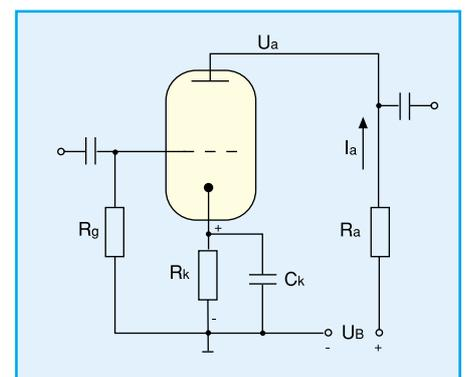
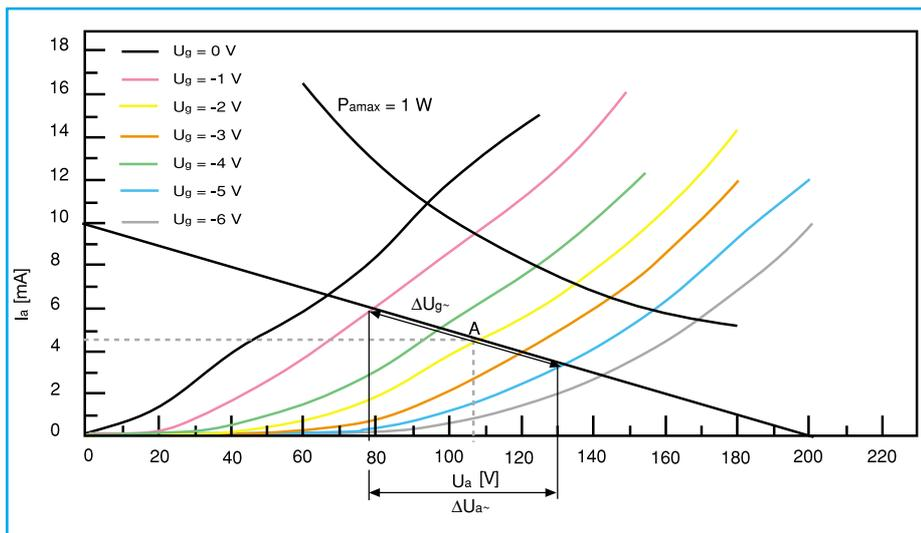
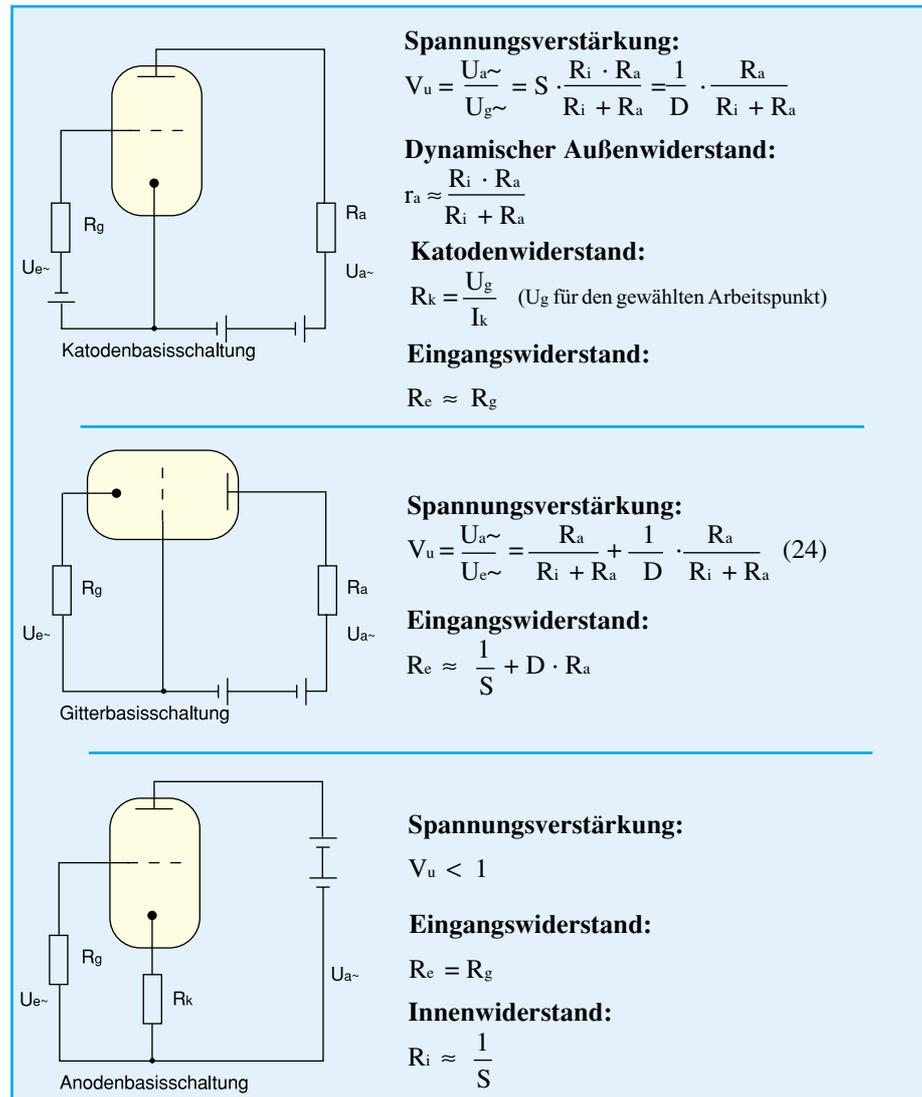

Bild 16: Triodenverstärkerstufe in Katodenbasisschaltung
Bild 17: Kennlinienfeld der Vorstufentriode ECC 82 (ein System)
Bild 19: Die Grundschaltungen der Elektronenröhren
Betrachten wir einmal den Fall des Lastwiderstands als ohmscher Widerstand R_a (Abbildung 16). Der durch die Röhre und den Widerstand R_a fließende Anodenstrom ist eine Funktion sowohl der spezifischen Röhrendaten als auch des Wertes des Lastwiderstandes R_a , denn nach (13) und (14) erkennen wir klassische Beziehungen des ohmschen Gesetzes zwischen Betriebs- und Anodenspannung, Anodenstrom und Lastwiderstand. Vereinfacht man diese Beziehung durch die Festlegung von $U_a = U_B$, folgt $I_a = 0$ und für $U_a = 0$, wird
Aus diesen Werten entsteht die sogenannte Widerstandsgerade des im Anodenkreis wirksamen Lastwiderstands, die für die Werte $R_a = 20 \text{ k}\Omega$ und $U_B = 200 \text{ V}$ in Abbildung 17 eingetragen ist. Diese stellt das Kennlinienfeld der betrachteten Vorstufenröhre ECC 82 dar, deshalb der relativ hochohmige Lastwiderstand.
bei „A“ in Abbildung 17, erhält man bei gegebenem Lastwiderstand anhand der Kennlinie sofort folgende Werte:
In unserem Beispiel in Abbildung 17 wird danach
Berechnung der Spannungsverstärkung am Beispiel in Abbildung 16:
Liegt am Gitter eine Wechselspannung, so erhält man (wie im Kennlinienfeld Abbildung 17 dargestellt) einen sich zeitlich ändernden Anodenstrom $i_a(t) = I_a + i_a \sin \omega t$ (19)
Der Spannungsverstärkungseffekt der Triodenverstärkerstufe in Abbildung 16 ist mit Hilfe von Abbildung 17 leicht nachzuvollziehen.
Betrachten wir wiederum die Grundschaltung der Triode nach Abbildung 16, gilt dort die Gleichung für die aus der Anodenspannung entnommene Gleichstromleistung (wir setzen voraus, es liegt keine Wechselspannung am Gitter):
Zur Veranschaulichung ist in der Abbildung 17 die Verlustleistungshyperbel für $P_{a\max} = 1\text{ W}$ eingetragen - ein praktisch bereits handhabbarer Wert für ein System der gewählten Vorstufenröhre ECC 82.
Die Röhregrundschaltungen lassen sich wieder am einfachsten anhand einer Triode darstellen. Die drei Grundschaltungen wollen wir anhand der Abbildung 19 diskutieren.
Alle bisher beschriebenen Schaltungen sind **Katodenbasisschaltungen** entsprechend Abbildung 19 bzw. dem bereits bekannten Beispiel aus Abbildung 16. Diese Grundschaltung wird in fast allen Verstärkerschaltungen für niedrige und mittlere Frequenzen eingesetzt. Sie gilt gleichsam für Trioden wie für Pentoden und ist damit die gebräuchlichste Anwendung.
Außenwiderstand, der Katodenwiderstand und der Eingangswiderstand. Die zugehörigen Berechnungsformeln dazu finden Sie in Abbildung 19.
Daher ergeben sich für hohe Frequenzen günstigere Eigenschaften in der **Gitterbasisschaltung**, da durch das geerdete Gitter eine Entkopplung von Eingangs- und Ausgangskreis erfolgt. Diese Schaltung kam hauptsächlich in den Eingangsstufen von UKW- und Fernsehgeräten zur Anwendung. Der geringe Eingangswiderstand der Gitterbasisschaltung ist jedoch ein entscheidender Nachteil, der die Anwendung dieser Schaltungsvariante stark eingrenzt. Daher gehört der Eingangswiderstand neben der Verstärkung zu den wichtigsten Kennwerten der Gitterbasisschaltung. Auch hier finden Sie die zugehörigen Berechnungsformeln in Abbildung 19.
Die dritte Grundschaltung, die **Anodenbasisschaltung**, die ebenfalls neben den zugehörigen Kenndaten-Formeln für Spannungsverstärkung, Eingangs- und Innenwiderstand in Abbildung 19 zu sehen ist, wird auch Katodenverstärker genannt. Ihre hervorstechendsten Merkmale sind ein hoher Eingangswiderstand und ein niedriger Ausgangswiderstand, was diese Schaltung
Der Arbeitspunkt der Röhre wird durch den Spannungsabfall an R_{K2} eingestellt. Dieser Widerstand ist kapazitiv überbrückt und hat daher wechselfrequenzmäßig keine Funktion. Der Widerstand R_{K1} ist im Gegensatz zum Widerstand R_K in Abbildung 19 frei wählbar. Dadurch erhält man einen nochmals erhöhten Eingangswiderstand, wie ein Berechnungsbeispiel der Formel (25) beweist:
Mit den Werten $R_g = 1 \text{ M}\Omega$, $R_{K1} = 36 \text{ k}\Omega$ und $\mu = 15$ sowie $R_i = 13 \text{ k}\Omega$ aus Abbildung 17 erhält man den Eingangswiderstand $R_e = 12 \text{ M}\Omega$ und den Ausgangswiderstand $R_a = 0,7 \text{ k}\Omega$; akzeptable Werte für eine Impedanzwandler-Eingangsschaltung.